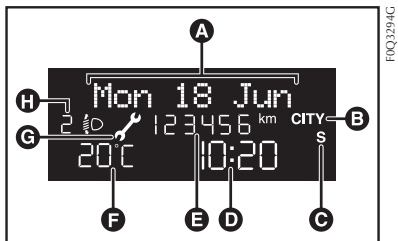

fig. 37
## DISPLAY ELETRÔNICO - fig. 37 e 38
**Display 1-fig. 37** - Ideogramas, informações numéricas e mensagens de texto.
## DISPLAY 1 - fig. 37